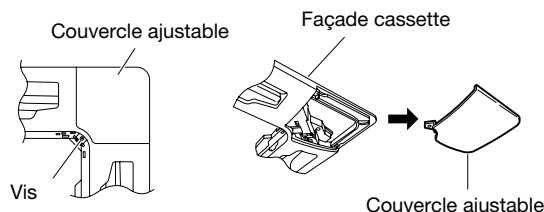

Fig. 3-2
3. Retirez les vis de retenue du couvercle de coin ajustable, puis faites glisser celui-ci sur le côté pour le retirer. (Fig. 3-2)